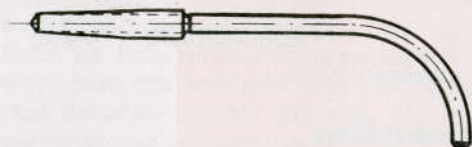

Figura 13
b) Los machos con espiga larga curvada (figura 13), llamados «machos de roscado continuo».